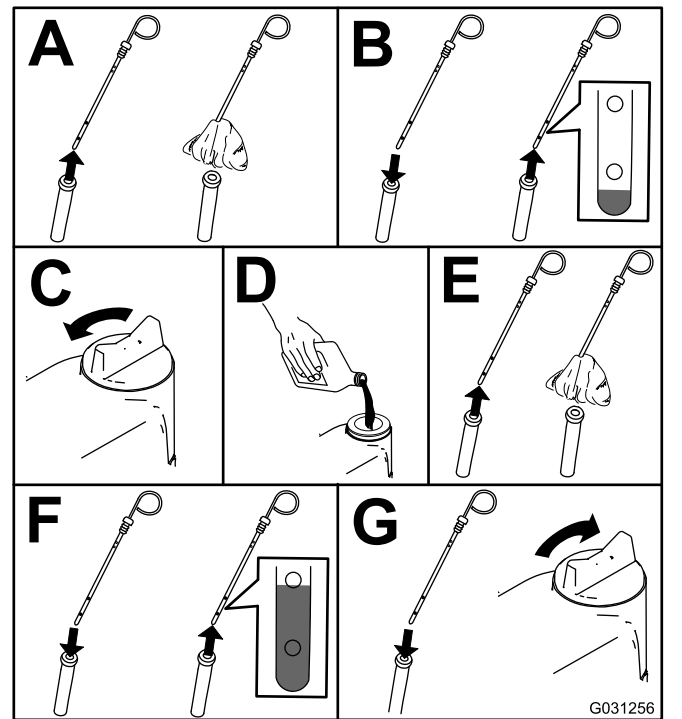

Figura 30
4. Compruebe el nivel de aceite del motor, según se muestra en Figura 30.